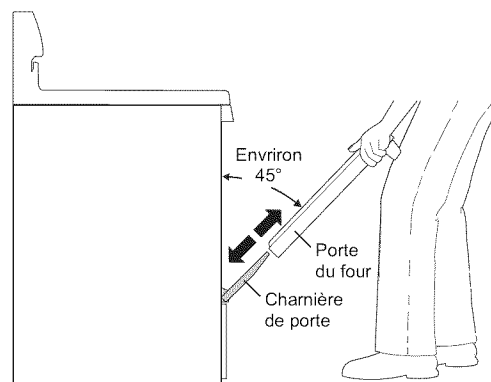

Fig. 3
5. Saisissez fermement la porte des deux côtés et faites-la coulisser vers le haut pour la sortir des charnières en respectant le même angle (fig. 3).
2. Tenez la porte de chaque côté près du haut de la porte, tout en la faisant reposer sur votre genou. Insérez les profilés situés dans le bas de la porte sur les bras des charnières de porte (fig. 3).